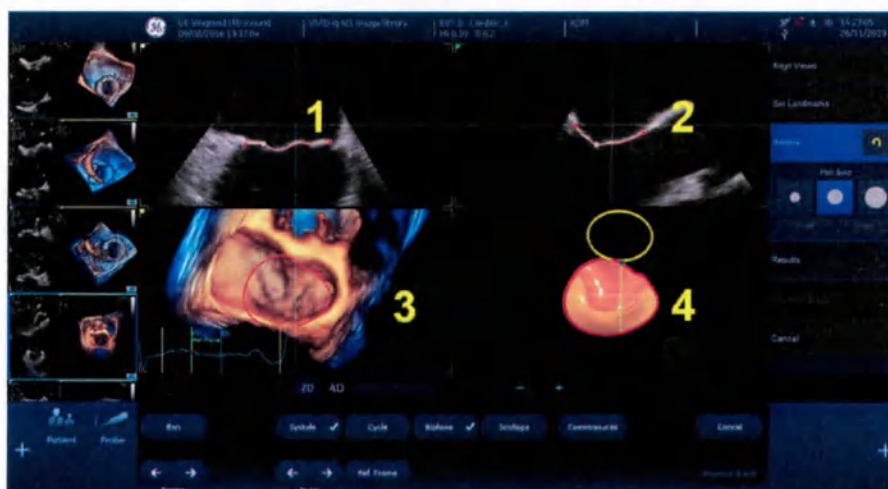

Рис. 8-56. Этап проверки
На экране по умолчанию отображаются: (1) проекции миокарда по длинной оси; (2) проекции LAX; (3) проекции по короткой оси в режиме 3D в плоскости кольца, выровненные по хирургической проекции (3D-изображения с МК, представленным со стороны предсердия, и аортальным клапаном в верхней части); (4) интерактивное 3D-изображение сегментированного МК (Рис. 8-56).